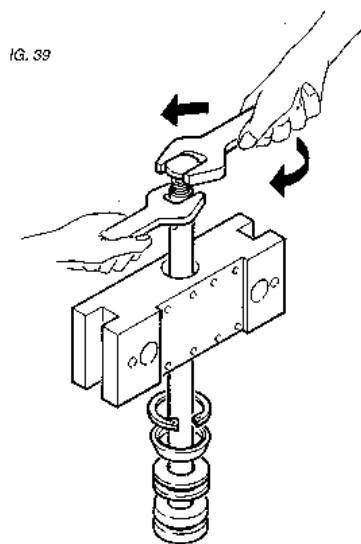

Рис.39
- г) Чтобы вывинтить дет. 16 из детали 15, воспользуйтесь двумя гаечными ключами, один для вывинчивания детали 16, другой, чтобы избежать вращения детали 15 (Рис. 39). Это относится к подачам типа АВС; ВХ; СХ; ДХ; СХ; ЗХ. Тип А-В-С гаечный ключ на 21 мм + 14 мм. Тип ВХ; СХ; ДХ; СХ; ЗХ гаечный ключ на 26+14 мм.